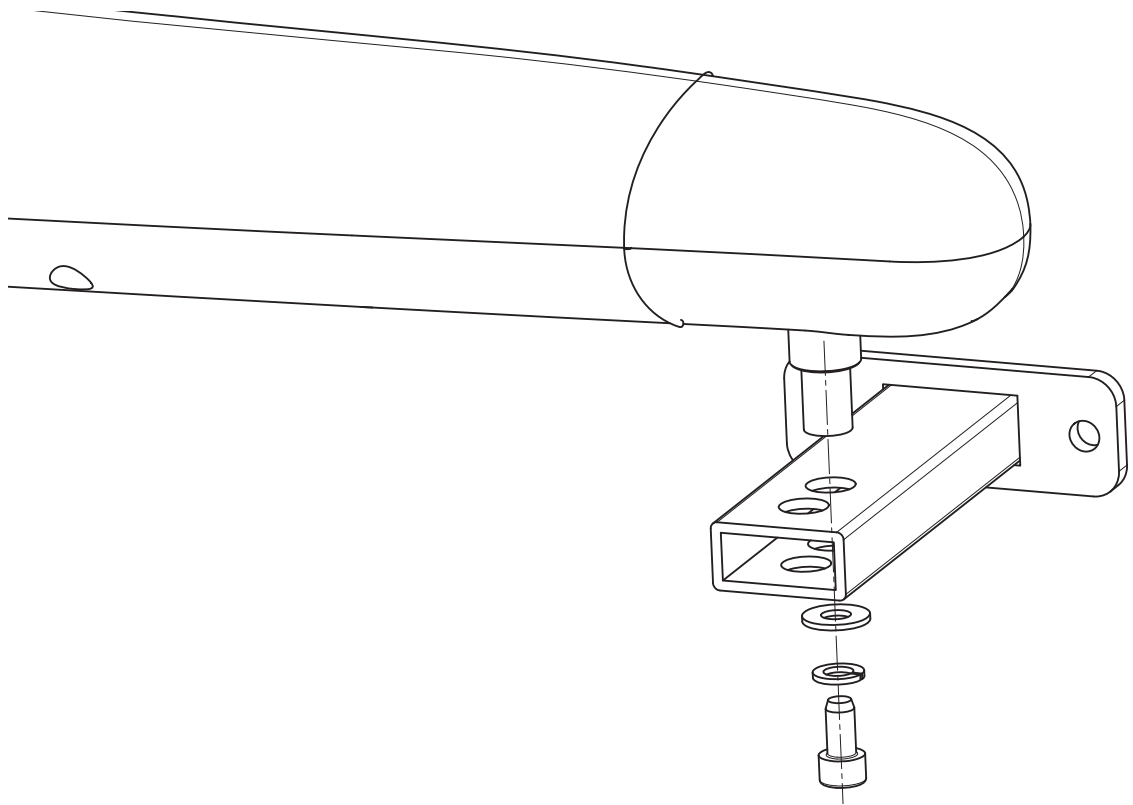
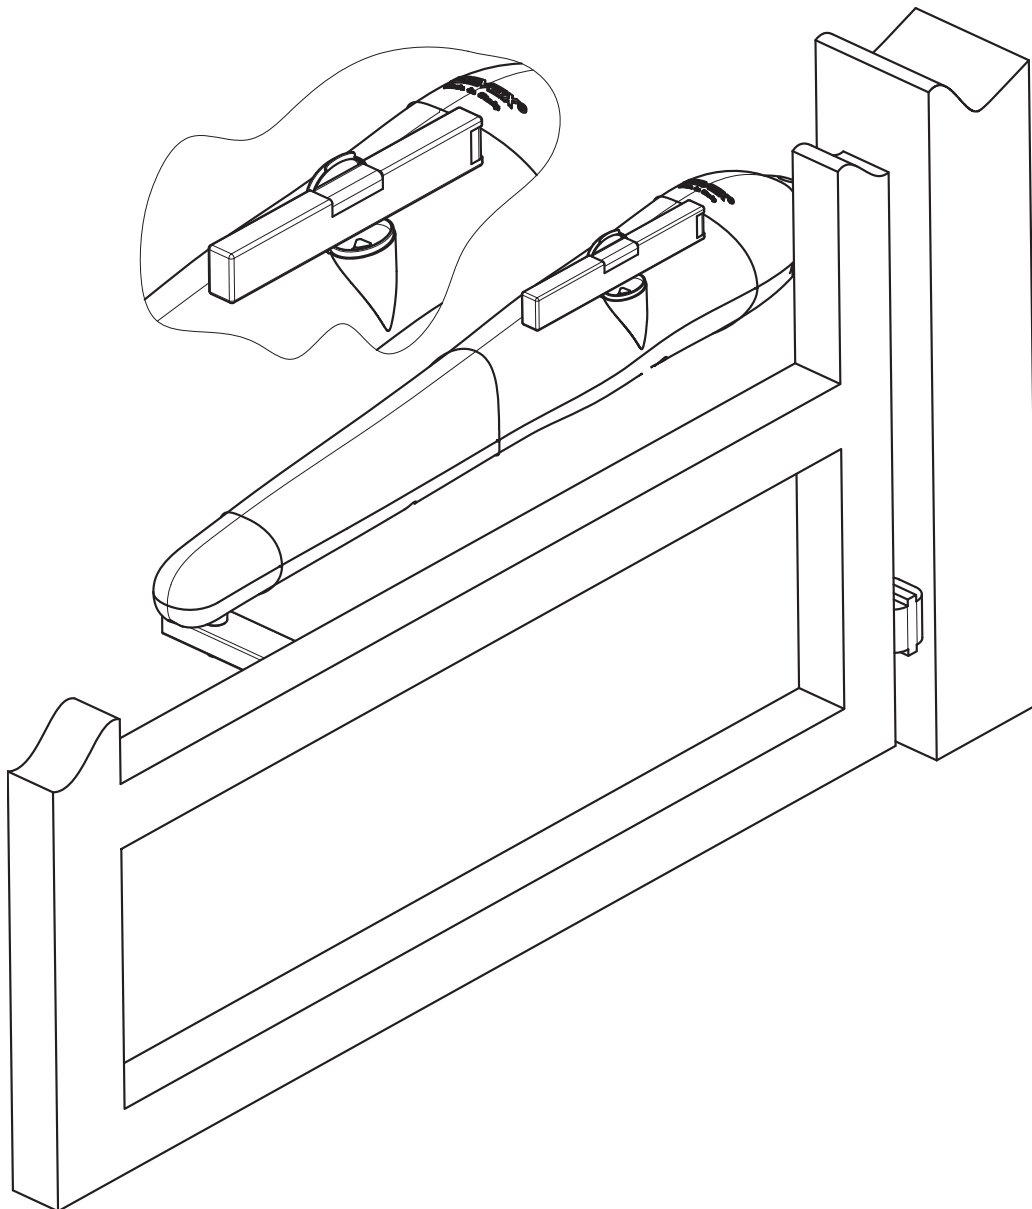

Fig. 5
Fig. 6
- 5- A cancello chiuso dopo aver fissato l'attuatore, appoggiare la bolla sulla sede dello sblocco - Fig. 6, a tappo aperto, e mantenendo orizzontale l'automazione segnare i fori per la staffa 2 inserendo il perno nel foro 1. Il perno dovrà essere nella posizione più avanzata della barra filettata. Fissare la staffa all'anta - Fig. 5.
- 5) With the actuator fitted and the gate closed, place the spirit level on the release housing – Fig. 6, with the plug open, and keeping the automation unit horizontal, mark the holes for the second bracket, inserting the pin in hole 1. The pin must be at the forward end of the threaded rod. Fix the bracket to the leaf – Fig. 5.